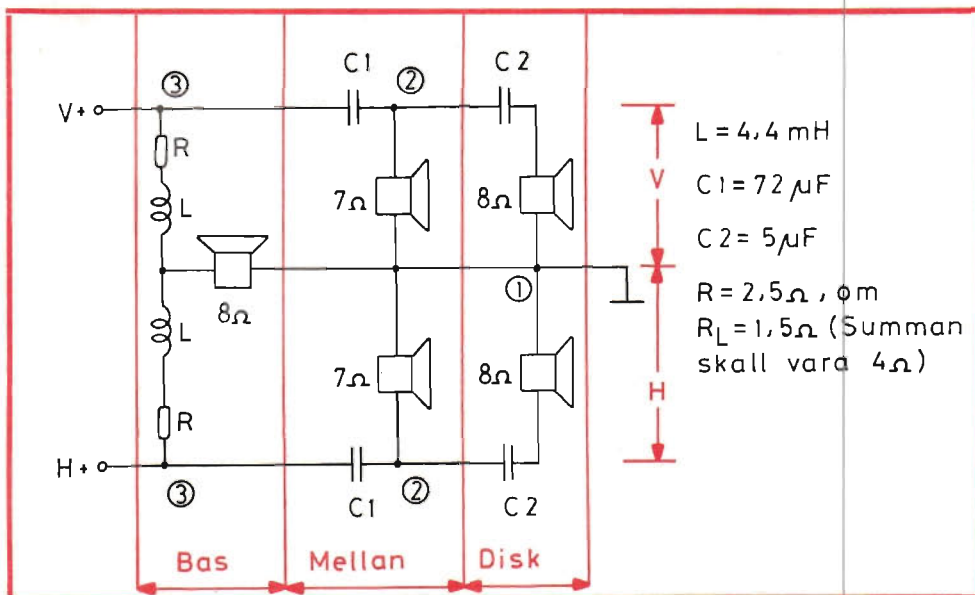

Fig 8.
Fig 8 visar ett filter där ett motstånd lagts i serie med drosseln. Pkt ① ansluts till jord på de båda förstärkarutgångarna.
Om delningsfiltret i fig 8 samt de av oss tidigare rekommenderade högtalarelementen används, blir sidosystemen dimensionerade för maxeffekten. Såväl mellanregisterhögtalaren som tweetern torde med denna uppkoppling tåla ca 45 W. Om hela systemet drivs med 2 × 45 W, får bas-högtalaren något under 30 W.
Slutligen föreslog vi att bakre högtalare för ambiofoni kunde anslutas över ② i fig 8. Detta utslag av komponentsparsamhet var kanske inte så övertänkt. Anslut i stället bakre högtalarna vid ③
Ett skiftregister kan lätt användas som räknare. I fig 8 visas en ringräknare. Denna räknare har den fördelen att den inte behöver efterföljande logik för att avkodas.
Av sanningstabellen i fig 8 framgår att räknaren kan anta lika många värden som antalet vippor som ingår, dvs i detta fallet fyra lägen och fyra vippor. Endast en vippa kan stå i läge "1" och de övriga vipporna står i läge "0". För att räknaren skall fungera på rätt sätt måste alla vippor sättas i läge "0" utom en, lämpligen då den första, som sätts i läge "1".